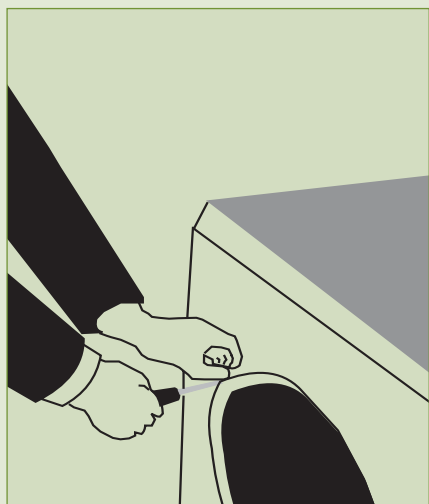

Рис. 20
1. Снимают переднее кольцо уплотнения дверцы, поддев его плоской отверткой (рис. 20).